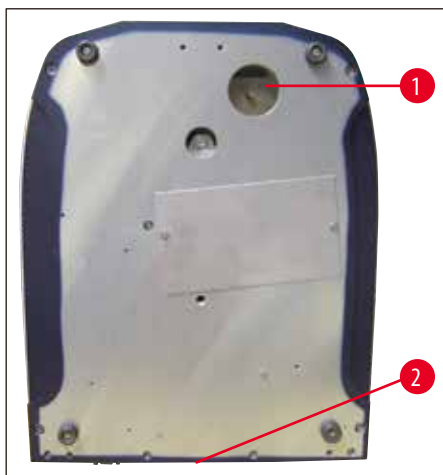

Рис. 7
- Нижняя сторона прибора (→ Рис. 7)
- Подсоедините сливной шланг (→ Рис. 7) к нижней стороне прибора (→ Рис. 7-1).